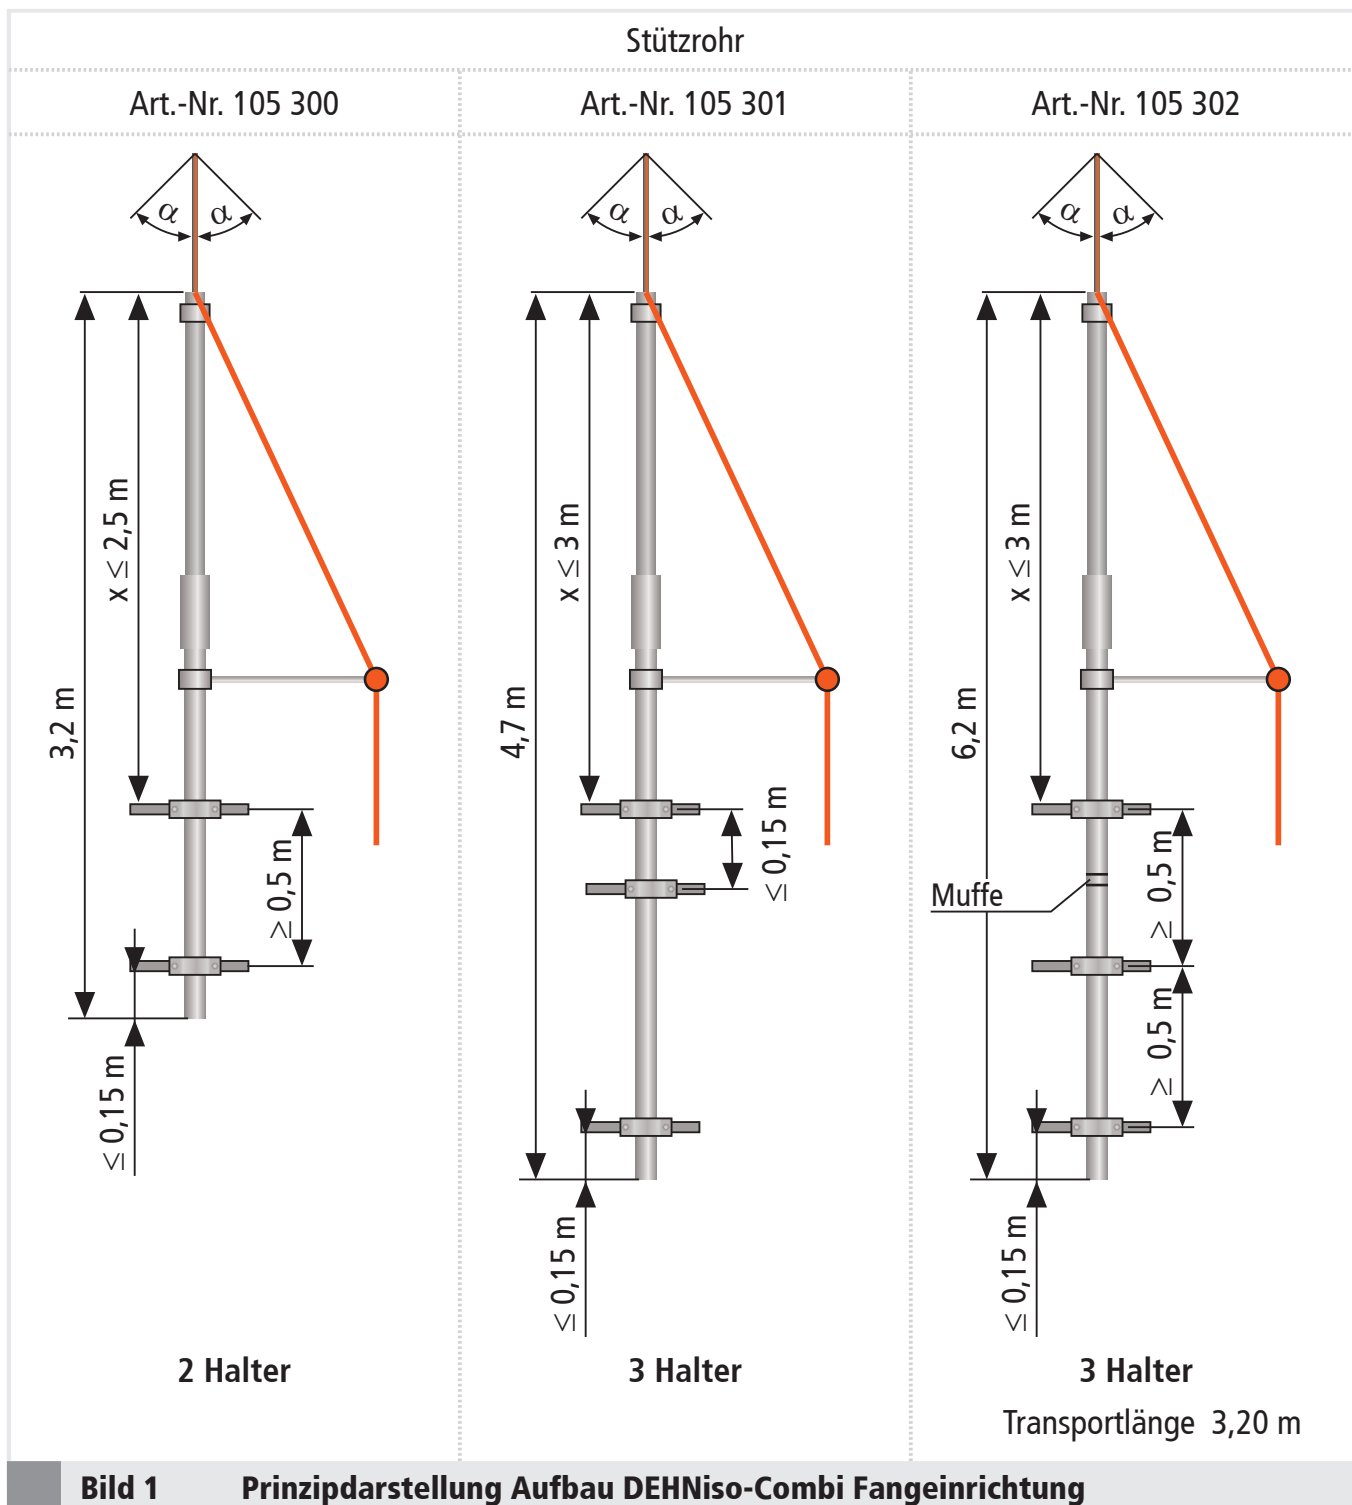

Bild 1 Prinzipdarstellung Aufbau DEHNiso-Combi Fangeinrichtung
Die verschiedenen Grundversionen für eine einzelne Fangstange sowie Angaben über die max. Abmessungen und Befestigungen können dem Bild 1 entnommen werden.
Der Schutzbereich einer einzelnen Fangeinrichtung ergibt sich aus dem Schutzwinkel α entsprechend nach DIN EN 62305-3 (VDE 0185-305-3), (siehe Bild 1).
- Die max. freie Länge x bei der Montage der Stützrohre, bezogen auf den oberen Halter (Befestigungspunkt)(siehe Bild 1).